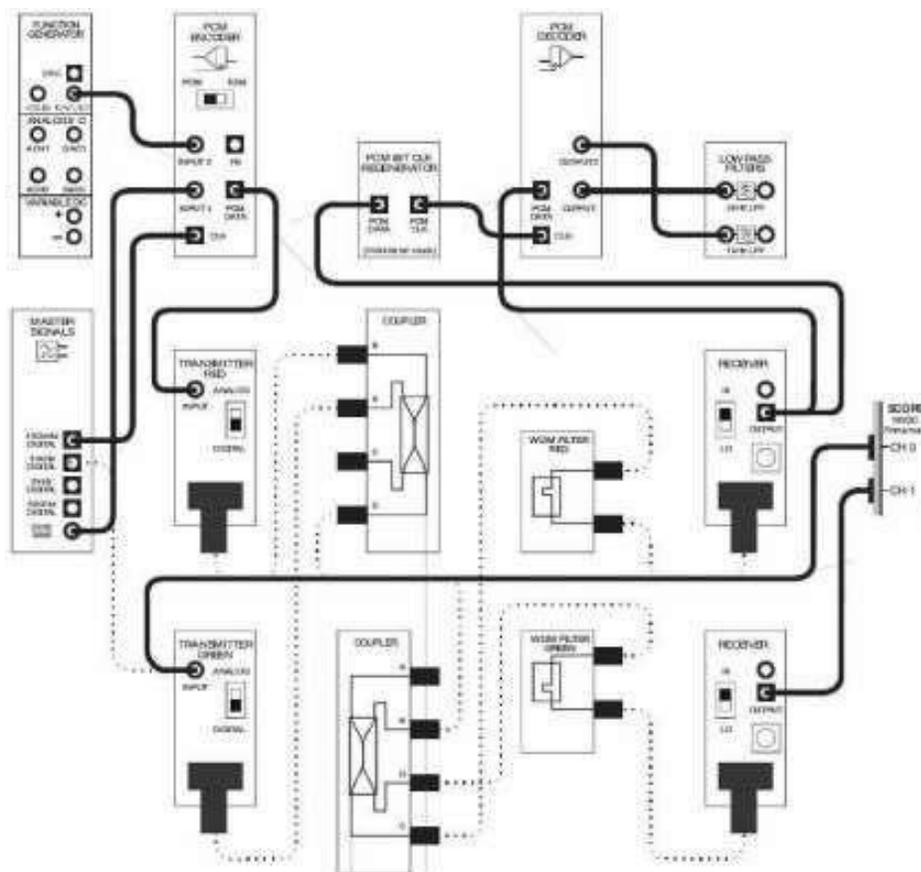

Figura 7.
3. Cambiar el circuito como se muestra en la Figura 7.